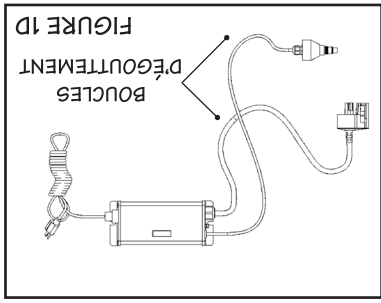

FIGURE 1D
3. Fixer le système sur le mur à l'aide des brides fournies. On peut employer diverses méthodes pour raccorder le système à la source d'eau; cependant on recommande l'emploi de raccords union. On recommande fortement l'installation d'un limiteur de débit, afin que le débit recommandé par le fabricant soit maintenu. On doit installer le limiteur de débit sur la sortie d'eau, tout en respectant le sens de circulation de l'eau (flèche grise sur le régulateur de débit - Figure 1C). N'EFFECTUER AUCUNE OPÉRATION DE SOUDAGE PENDANT QUE LES RACCORDS SONT FIXÉS AU SYSTÈME. VOUS POUVEZ CAUSER DES DOMMAGES AUX JOINTS TORIQUES. 4. Fixer le contrôleur Silver ICE horizontalement sur le mur, à proximité du réacteur. Idéalement, placer le contrôleur au-dessus du réacteur et à distance de tout branchement de la canalisation d'eau, pour éviter que le contrôleur puisse être arrosé ou mouillé par une éventuelle fuite d'eau au niveau d'une connexion ou par la condensation. De plus, former une demi-boucle avec le câble d'alimentation électrique, le câble du capteur et le câble de la lampe (Figure 1D), ce qui empêchera que l'eau s'écoule le long d'un câble et s'introduise dans le contrôleur. 5. Installer la lampe UV et le capteur UV - voir les instructions aux pages 7 à 9. 6. Après avoir réalisé tous les raccordements, ouvrir lentement l'arrivée d'eau et inspecter tous les composants du circuit pour des fuites. Les points où il y a un joint torique sont les plus sujets à la formation d'une fuite. En cas de fuite, fermer l'arrivée d'eau, vidanger complètement le réacteur, enlever l'écrou de retenue, essuyer soigneusement le joint torique et les filetages et réinstaller. 7. Après vérification de l'absence de toute fuite, raccorder le câble d'alimentation du système au disjoncteur de fuite à la terre; vérifier le bon fonctionnement du contrôleur et de l'ensemble du système. Le contrôleur détecte la présence de la tension d'alimentation électrique du système et de l'illumination de la lampe. Il demeure cependant important de NE JAMAIS REGARDER DIRECTEMENT LA LAMPE UV ALLUMÉE. 8. Laisser l'eau s'écouler quelques minutes pour évacuer tout résidu d'air ou de poussière qui peuvent être présents dans le réacteur. NOTE: En l'absence d'une circulation de l'eau, l'eau présente dans le réacteur s'échauffe parce que la lampe UV est toujours allumée. Pour éviter ceci, laissez l'eau s'écouler par un robinet d'eau froide, n'importe où dans la maison, pendant une minute - ceci permettra l'évacuation de l'eau réchauffée du réacteur.